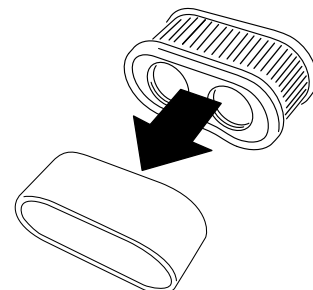

Bild 37
5. Trennen Sie den Schaumstoff- und Papiereinsatz (Bild 37).